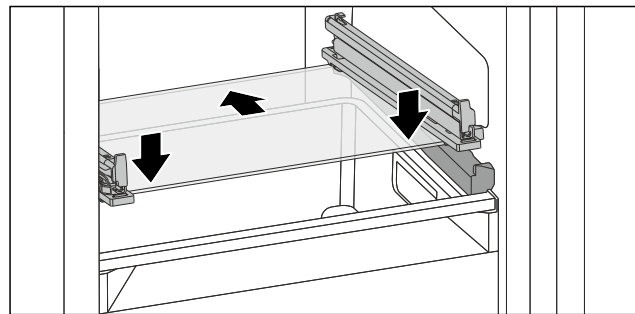

Fig. 134 Tablette en verre du tiroir basculable
- Placer la tablette en verre, en l'inclinant, derrière les butées. (voir Fig. 134)